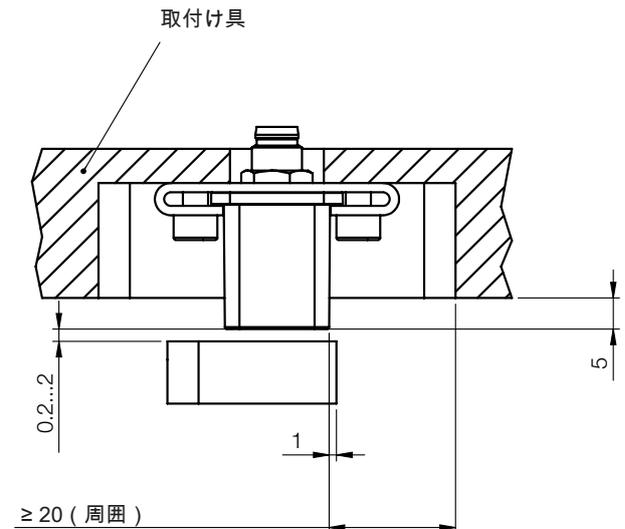

図 4-3: 取付け寸法
- 取付け素材が測定信号に及ぼす影響を最小限にするため、BIP の検出面の周囲に約 20 mm のメタルフリーの空間が保たれていなければなりません ( 図 4-3 を参照 ) 。